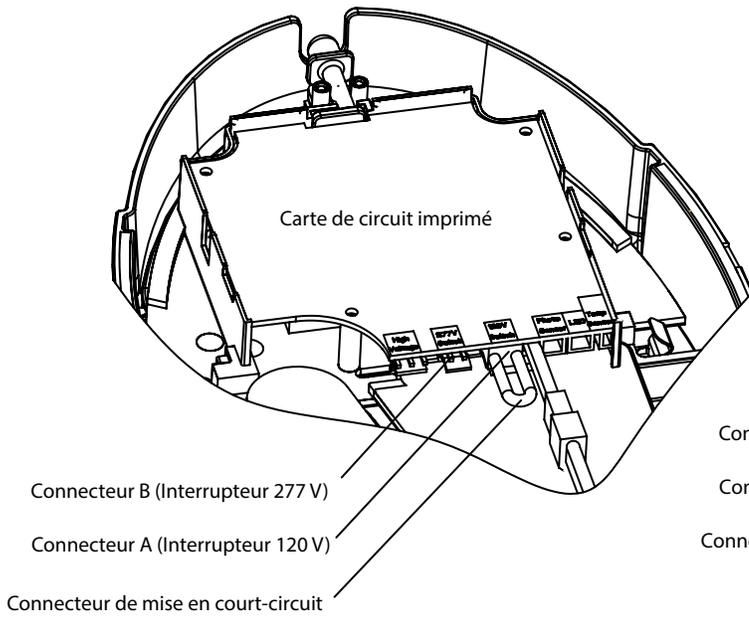

Figure 5
1. Pour une connexion à l'alimentation 120 V C.A., mettre en court-circuit la garniture de connecteur de l'interrupteur connecteur femelle A marqué 120 V (Figure 5).